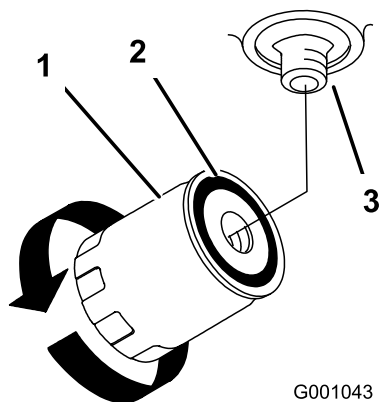

Figura 75
7. Aplique una capa fina a la junta de goma del filtro nuevo (Figura 75).
filtro, gire el filtro en el sentido de las agujas del reloj hasta que la junta de goma entre en contacto con el adaptador del filtro, luego apriete el filtro media vuelta más (Figura 75).